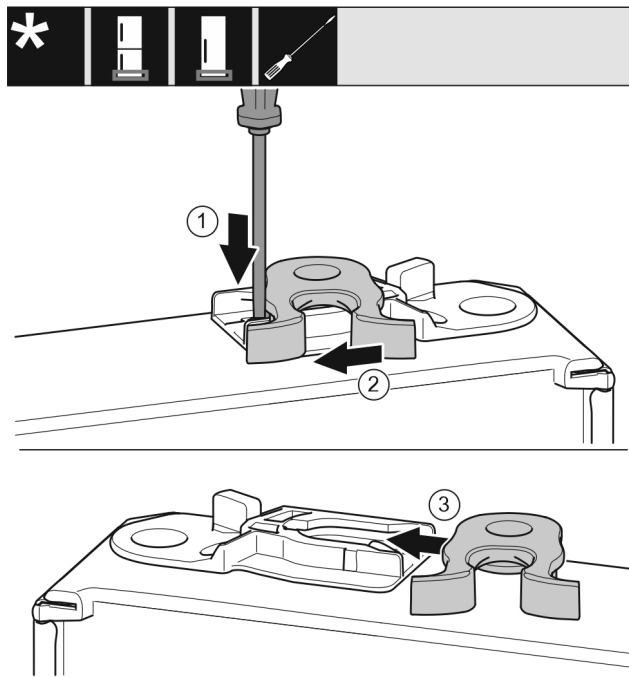

Fig. 20
- ▶ Apăsați în jos eclisa Fig. 20 (1) cu șurubelnița plată.
- ▶ Trageți cârligul de închidere Fig. 20 (2) din ghidaj.
- ▶ Împingeți pe partea opusă cârligul de închidere Fig. 20 (3) în ghidaj.